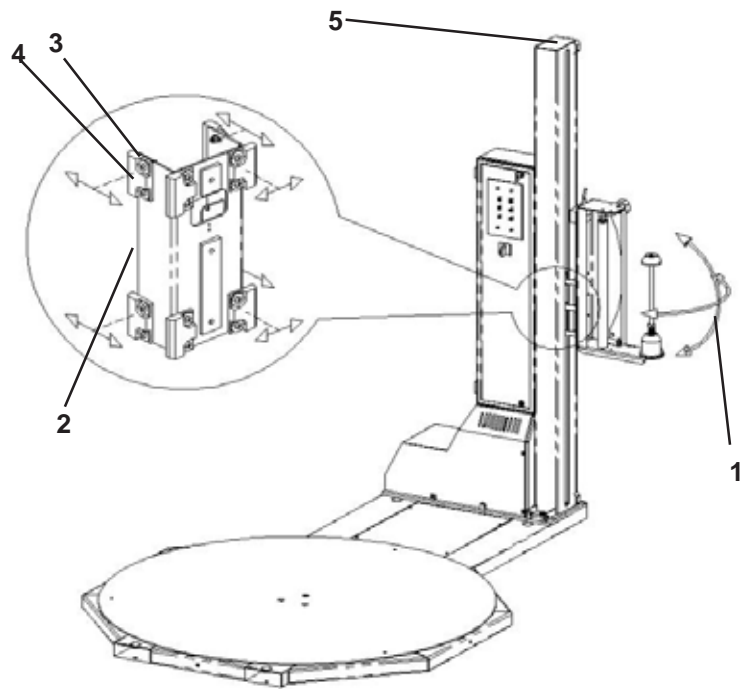

Fig.6.5
Nel caso risulti possibile (vedi Fig. 6.5) far oscillare il carrello orizzontalmente o verticalmente (1), è necessario regolare i pattini di scorrimento come descritto di seguito:
If this is not possible (see Fig. 6.5) oscillate the carriage horizontally or vertically (1) and adjust the sliding blocks as described below: